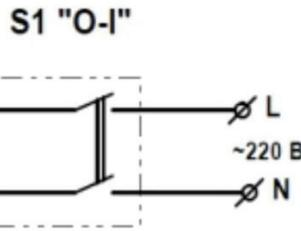

Рис. 2. Схема подключения обогревателя G-0,8, G-1,0, G-1,4
Схемы подключения обогревателей приведены на рис. 2
- подсоединить провода к клеммной колодке обогревателя согласно рис. 2 в зависимости от модели обогревателя. Между источником питания и обогревателем должен быть установлен разъединитель (сетевой выключатель), обеспечивающий полное снятие напряжения питания с обогревателя. Номинальная допустимая нагрузка (ток) на контакты разъединителя должна быть не меньше значений, указанных в таблице 1. Разъединитель в комплект поставки не входит.